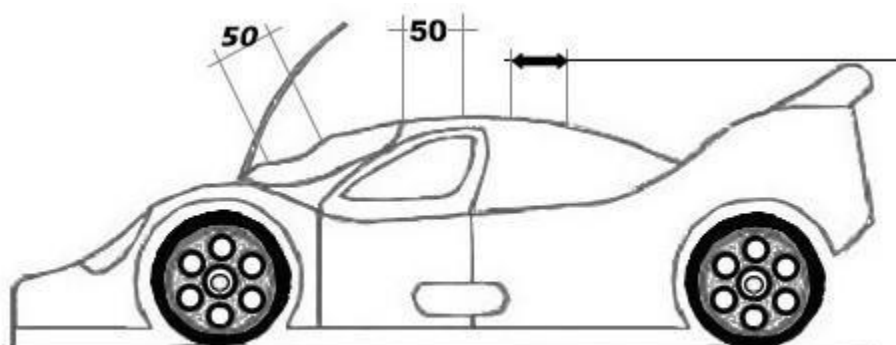

Figura 12 : Dimensioni max dei fori della carrozzeria
7.1.9 **CARROZZERIA** (vedi figura 12 alla pagina successiva)